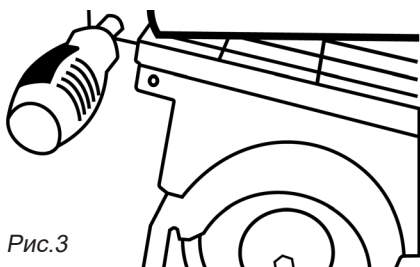

Рис.3
4. Установите рукоятку подъёма каретки (рис.3).